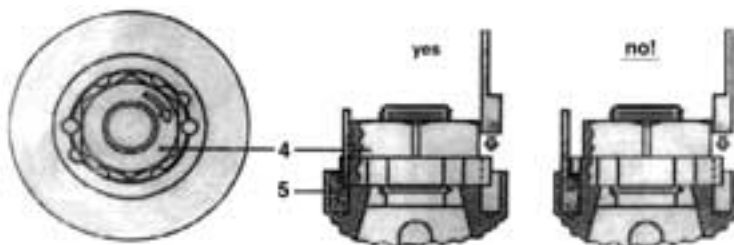

Fig. 2a (dettaglio - detail)
B) Stringere a fondo il dado [4] ruotandolo fino ad allineare gli incavi in modo da ottenere una coppia di fori completi entro cui inserire le due spinette [5]. Le due spinette [5] devono essere inserite come indicate nel disegno Fig. 2a, in modo da non interferire con il successivo montaggio del pignone centrale [6].